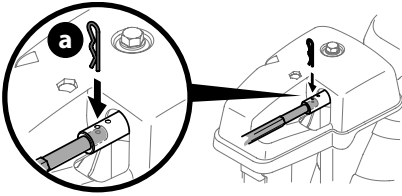

Figura 45
2. Retire la varilla de control del canal hasta que el orificio de la misma quede alineado con el segundo orificio del cabezal de control del canal (Figura 45).